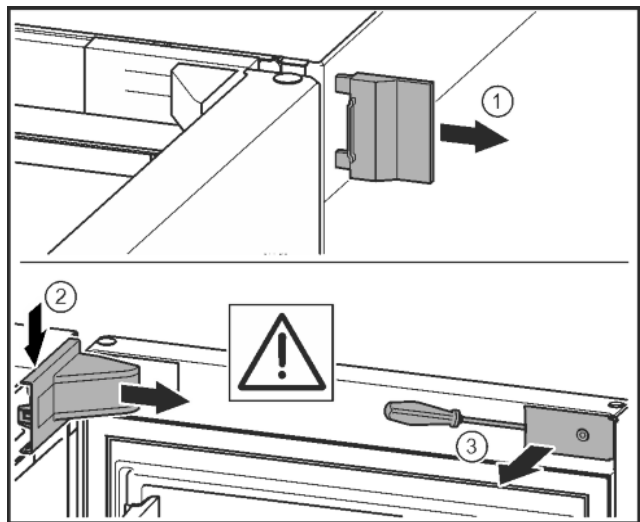

Fig. 11*
- ▶ Retirer le cache extérieur.* *Fig. 11 (1)*
- ▶ Détacher et libérer le cache du support de palier. Retirer le cache du support de palier.* *Fig. 11 (2)*
- ▶ Dégager le cache avec le tournevis et l'incliner sur le côté.* *Fig. 11 (3)*